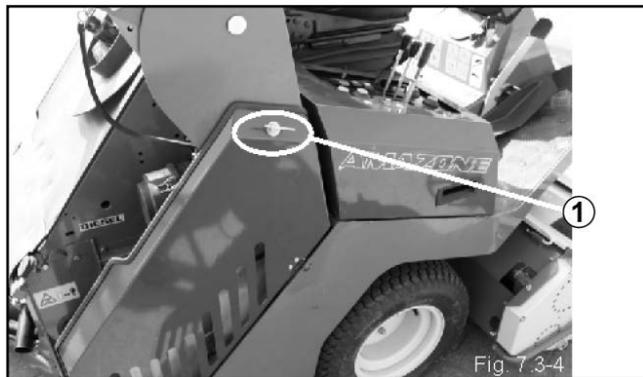

Fig. 7.3-4
Abrir la unión roscada (1) y abatir hacia abajo la rejilla de protección (fig.7.3-4).